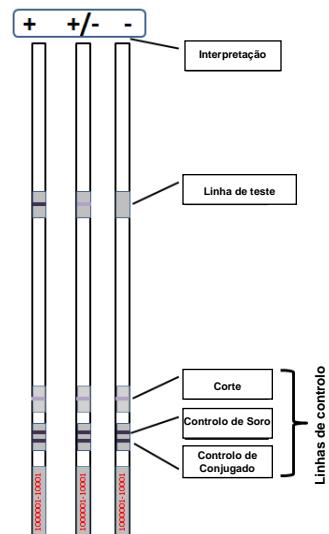
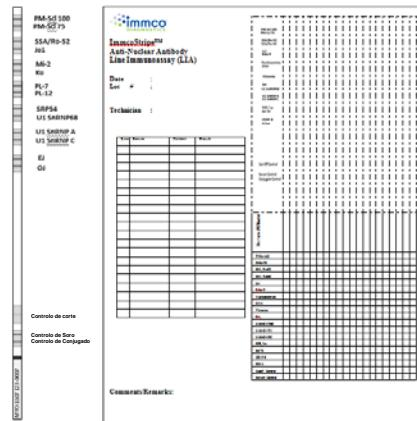

Figura 1: As reações esquema LIA tiras com uma tira de teste.
Figura 2: Esquema de Relatório Folha
- Tal como descrito no esquema, as linhas de teste são colocadas acima das linhas de controlo de corte, soro e conjugado (Figura 1). As linhas de controlo do soro e conjugado aparecem no mesmo pedaço de nitrocelulose na parte inferior da tira.
- Conforme marcado na Figura 1, as linhas de controlo do soro e conjugado devem ser claramente positivas, indicando uma experiência bem-sucedida. O corte é uma linha ligeira com variação de intensidade com base nas condições experimentais. O esquema na Figura 1 apresenta um exemplo de uma linha de teste. No LIA da Miosite (Figura 2) existem 14 linhas de teste 3 linhas de controlo. O desenvolvimento da linha de teste depende da amostra. Podem ocorrer reações positivas em diversas intensidades, desde fracas a fortes. **As reações fracas devem ser comparadas com a intensidade da linha de corte dentro da tira.**
O LIA da Miosite é capaz de detetar autoanticorpos para os抗ígenos seguintes: PM-Scl100, PM-Scl75, Ro-52, Jo-1, Mi-2, Ku, PL7, PL12, SRP54, U1RNP68, U1RNP A, U1RNP C, EJ e OJ. Consulte a Figura 2 para as posições do抗ígeno individual e da linha de controlo.